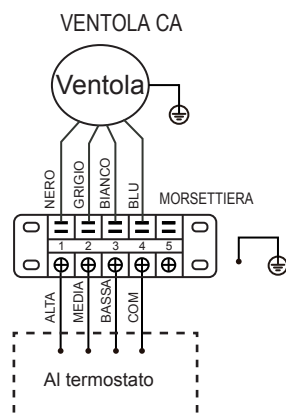

Figura 5-22 Diagramma di cablaggio (unità con motore a 3 velocità 3V-VM; 3V-VN)
- Eseguire i collegamenti elettrici rispettando il cablaggio indicato sulla placca del nome (Figura 5-20 o Figura 5-22) dell'unità.